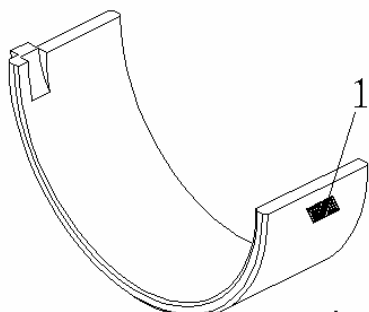

Рис. 4-127.
(3). По толщине вкладыши коренного подшипника делятся на шесть категорий. Соответствующая маркировка показана на Рис. 4-127.